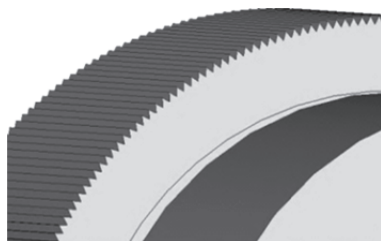

Рисунок 13.8
8. Уточните шаг так, чтобы треугольные профили касались друг друга, после чего завершите операцию щелчком на кнопке «Завершить ввод» и закончите операцию «Выход из команды». В результате будет создано дополнительное тело — круговой массив призм. Для дальнейшего построения рифления необходимо щелкнуть на кнопке «Булева операция» на панели инструментов и выполнить булеву операцию «Вычитание». Операция может занять некоторое время. В результате получим объект (рис. 13.8).